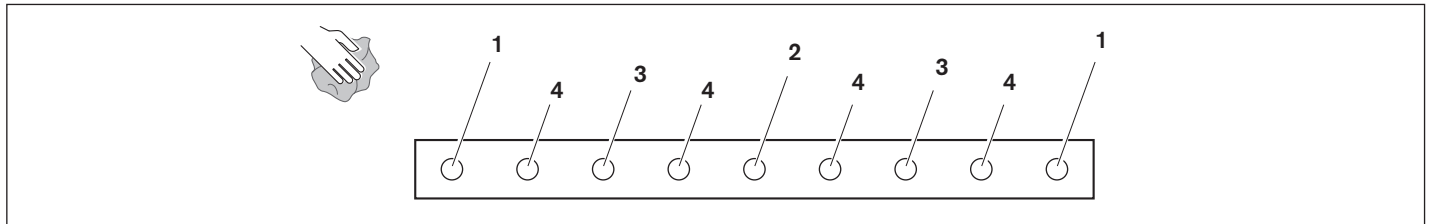

Fig. 5: Montage der IMS-Führungsschienen
- ▶ Montage der IMS-Führungsschienen nach Fig. 5.